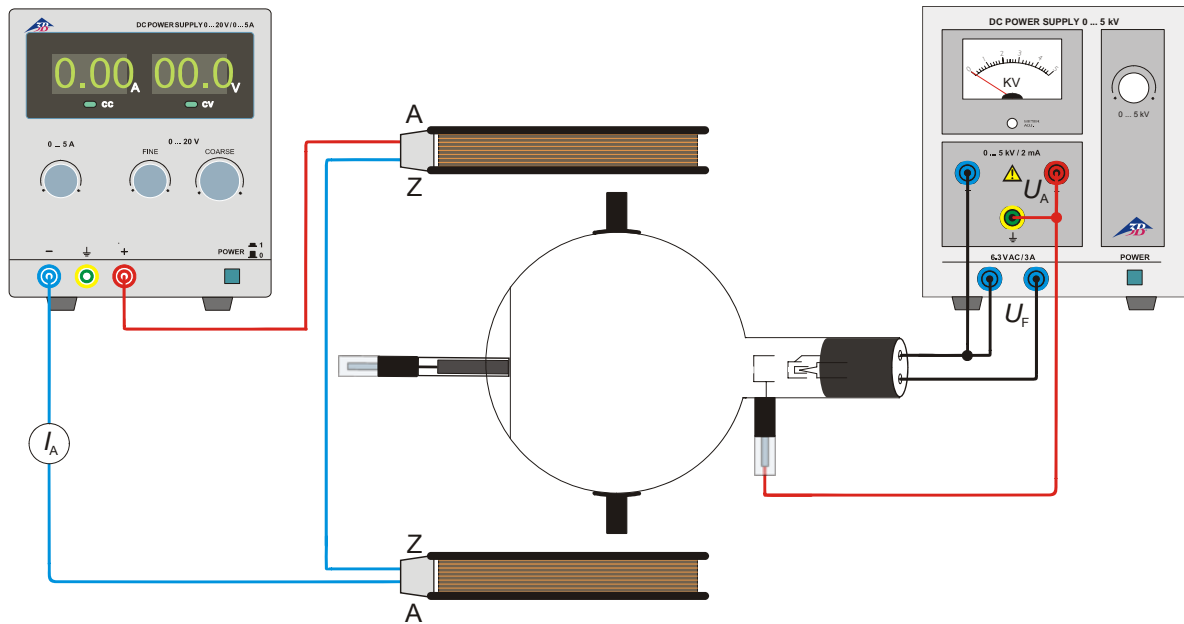

Fig. 3 Abschätzung der spezifischen Elektronenladung e/m
- Beschaltung gemäß Fig. 3 vornehmen.